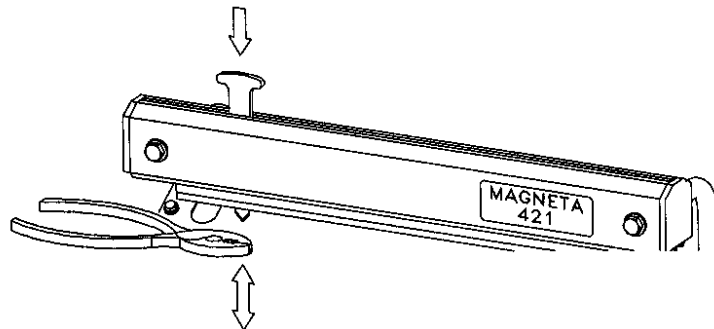

Fig. 2
7. Cuando la cuchilla está rota o deteriorada, se puede, apretando el botón rojo en la parte superior del brazo, sacar la cuchilla con unas pinzas y se sustituye por otra cuchilla (fig. 2.).
7. Si le couteau est usé ou abîmé, on peut l'extraire de son support en pressant le bouton et en même temps le tirant à l'aide d'une pince. Agir de façon simulaire pour le remplacer (fig. 2.).
7. La lama usurata può essere sostituita semplicemente premendo il portalama, estraendo la vecchia lama e inserendone una nuova. E' consigliabile usare pinze (fig. 2).
7. Quando a lâmina deixar de cortar pode ser substituída, empurrando a lâmina retira-se introduzindo depois uma nova (recomenda se o uso de uma pinça fig. 2).
7. Når kniven er slidt eller knækket kan denne udskiftes ved at trykke knivholderen ned, hive kniven ud og isætte en ny. Det kan anbefales evt. at benytte en fladtang. (fig 2).
7. Förslitning avskärning - Ett slött knivblad utbytes genom att pressa ned den röda knivhållaren och dra ut knivbladet rakt ned (lämpligen med hjälp av en tang) och trycka in ett nytt emellan den fjädringsbelastade plåten i knivslåden (fig.2).
7. En slitt kniv skiftes enkelt ved å trykke ned den røde knivholderen, dra ut den gamle kniven og skyv inn en ny. Kniven er meget skarp og det anbefales derfor å holde kniven med en tang (fig.2).